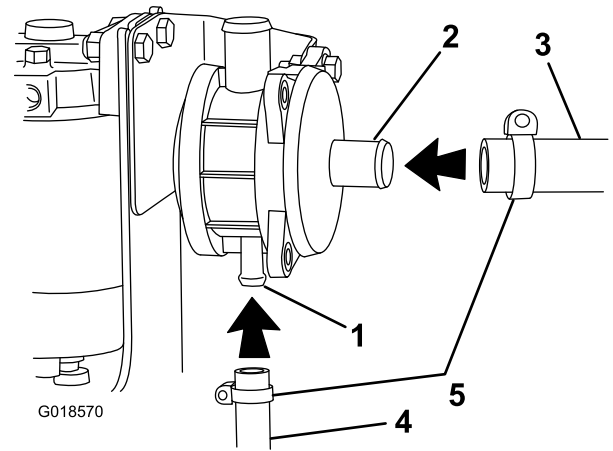

Figura 4
2. Conecte la manguera del respiradero (de mayor diámetro) al acoplamiento del respiradero, según se muestra en Figura 4.
1. Conecte la manguera de retorno de aceite (manguera de diámetro menor) al acoplamiento del respiradero (Figura 4).